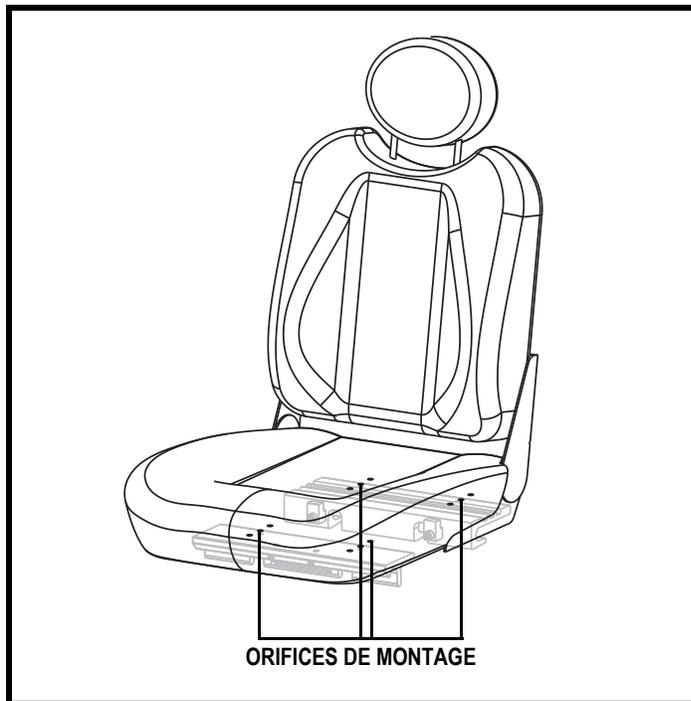

Figure 17. Position du siège
7. Repositionnez les montants dans un ensemble différent d'orifices de montage. Vous devez régler les montants en ayant un nombre identique d'orifices devant et derrière la fixation sur chaque montant. **Voir la figure 17.**